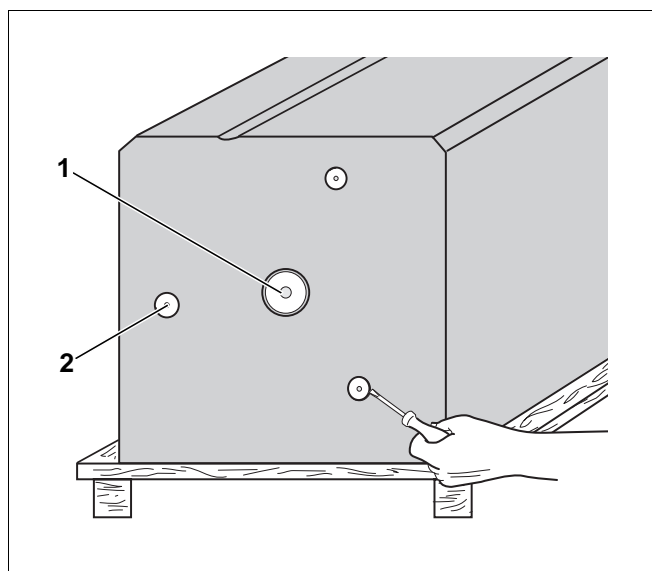

Abb. 5 Ansicht von unten: Montage Entleerungs-Set und Fußschrauben.
- Nur bei stehender Montage erforderlich: Fußschrauben M10 x 30 aus dem Beipack entnehmen, siehe Abb. 5, Pos. 2.
Bei Anbringen einer Entleerung (Zubehör) ist zunächst der in der Mitte eingeschraubte Stopfen $\frac{1}{2}$ zu entfernen. Danach sind die im Entleerungs-Set enthaltenen „langen“ Fußschrauben mit Gummifuß zu montieren. Dazu müssen vorher die vorgestanzen Abdeckungen mit einem Schraubendreher herausgebrochen werden (Abb. 5).
Legende für Abb. 5